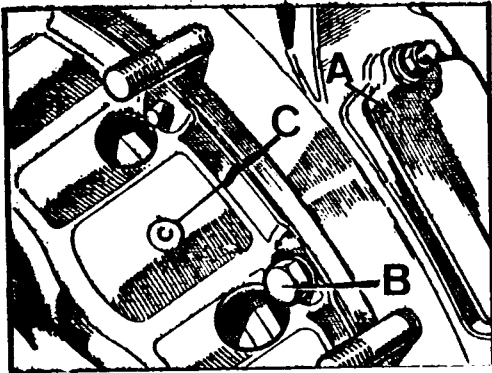

Fig. A1-93 Desmontaje del plato de presión y disco de embrague
- 1.2. Desmontar la tapa del registro del volante, A (Fig. A1-93) y el índice de referencia, para evitar que éste se deforme al extraer el volante.
- 1.3. Desmontar los tornillos, B (Fig. A1-93) que fijan el conjunto plato de presión, C, y el disco de embrague y extraer ambos.